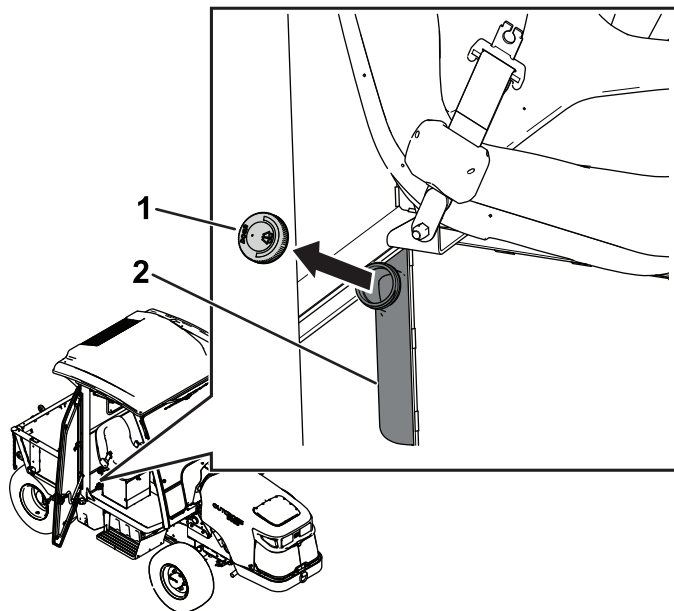

Рисунок 119
1. Снимите крышку бачка (Рисунок 119).